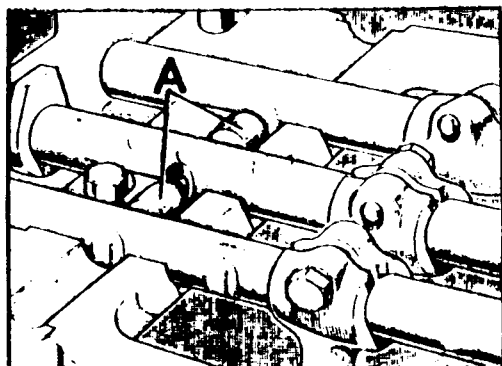

Fig. C-85 Ejes selectores y émbolos-fiadores
- 2.4. Situar los ejes selectores en la posición de punto muerto e instalar los émbolos-fiadores, A (Fig. C-85).